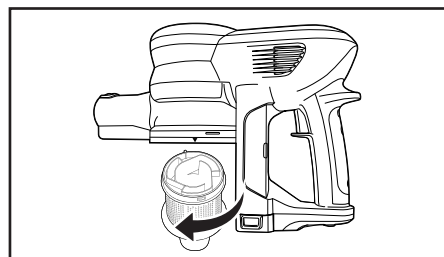

Fig. 4
2. Gire el cilindro interno hacia la derecha para extraerlo del cuerpo principal (Fig. 4).